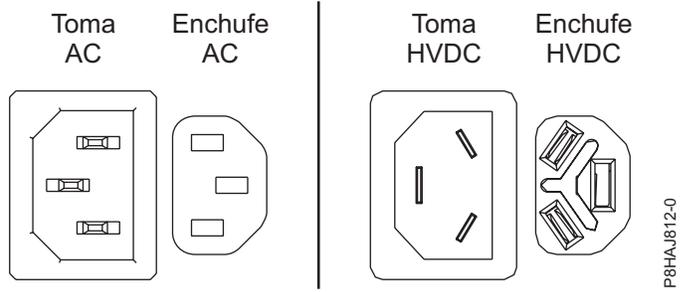
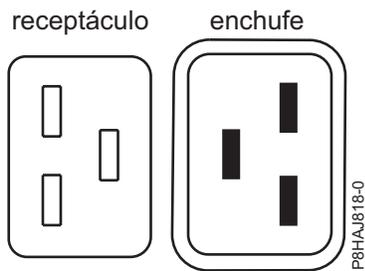
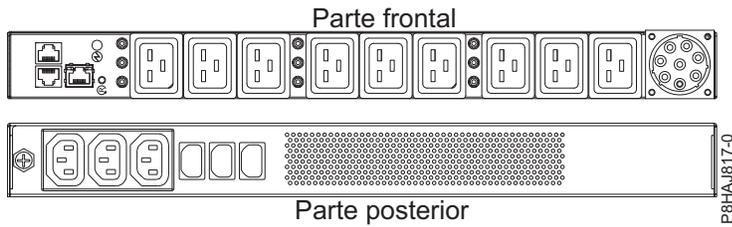

Figura 17. Conectores de CA y HVDC
Figura 18. Conectores para el sistema 8408-44E
Figura 19. PDU para el sistema 8408-44E
La Figura 17 en la página 39 muestra los conectores admitidos de corriente alterna (CA) y de corriente directa de alto voltaje (HVDC). La Figura 18 en la página 39 y la Figura 19 en la página 39 muestra los conectores admitidos y la unidad de distribución de alimentación (PDU) para el modelo 8408-44E.